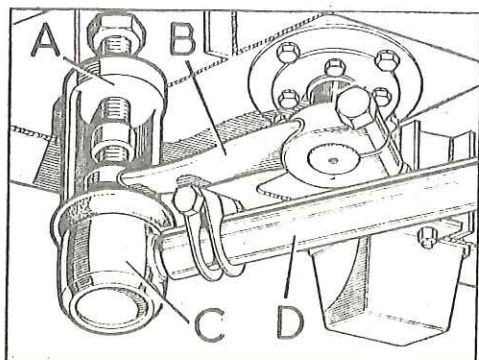

Fig. F-46 Acoplamiento de la biela de dirección y barra
1.4. Separar la barra de acoplamiento de la dirección, D (Fig. F-46), en su unión al brazo inferior, B, utilizando el extractor especial (600590) para desmontar las rótulas, C.
- 2.6. Unir la barra de acoplamiento, D (Fig. F-46), al brazo interior, B y apretar la tuerca de fijación de la rótula con una tensión de 30 lb/pié (4 mkg).